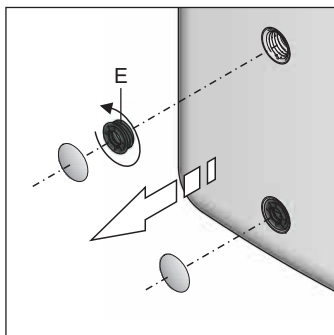

Bild 5-4 Arbeitsschritte 2 + 3
3. Abdeckblende am Handgriff abbauen und Gewindestück (Bild 5-4, Pos.E) aus Speicherbehälter herauserschrauben.